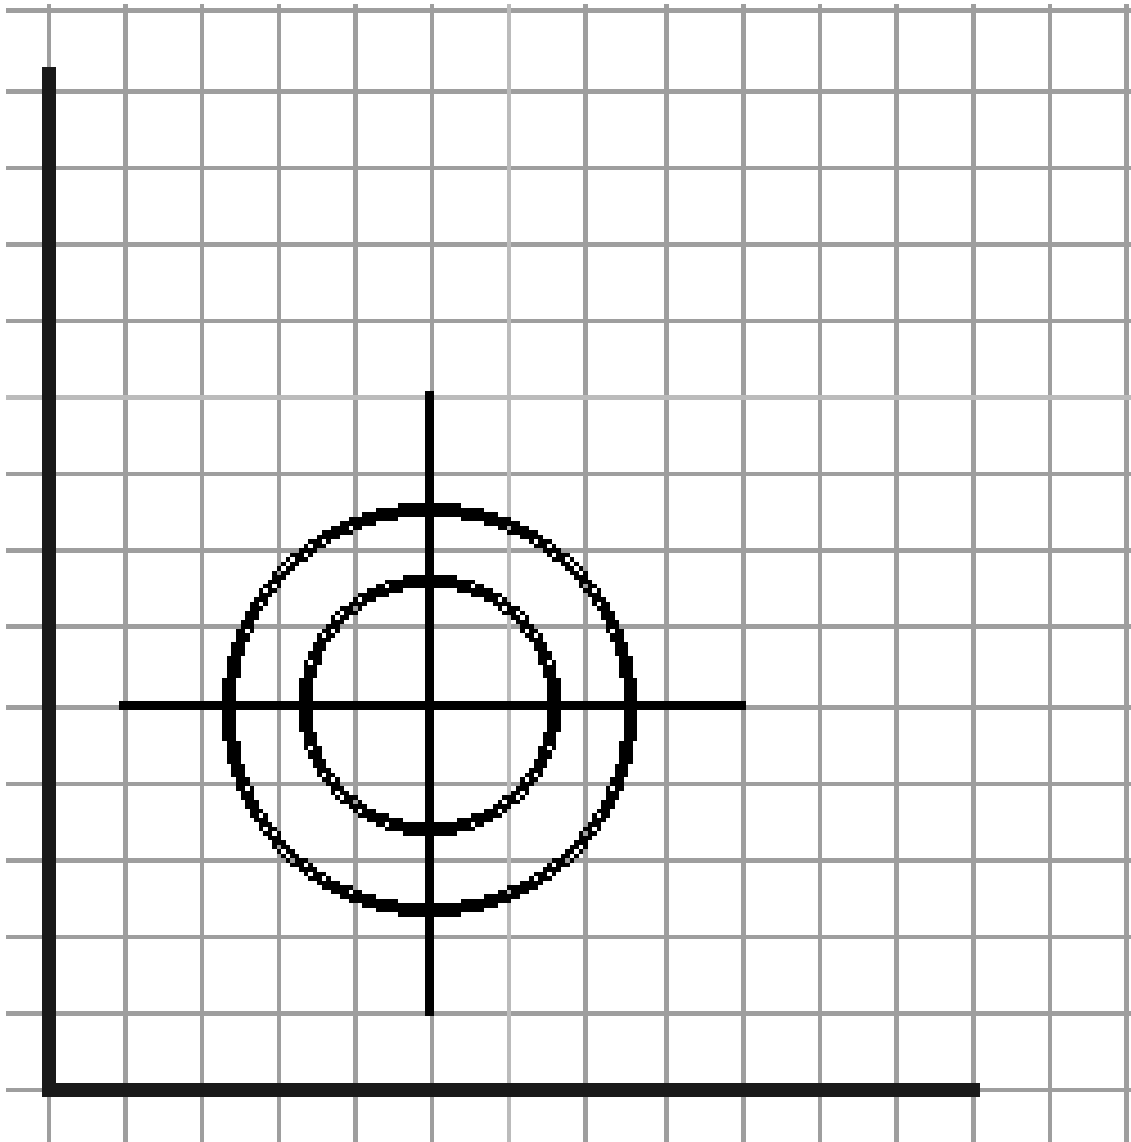

图5-26 对准孔
(1) 单击放置工具栏内的“从中心画圆弧”工具（采用中心画圆法或边缘画圆法均可，但用中心画圆法定位会方便一些）。
(2) 将光标移到圆弧的中心，单击鼠标左键以确定圆弧的圆心。
(3) 移动光标，调整圆弧半径大小，然后单击鼠标左键以确定圆弧的半径。
(4) 将光标移到圆弧的起点，单击鼠标左键。
(5) 将光标移到圆弧的终点，单击鼠标左键。
(6) 重复画圆弧操作，画定位孔的内圆，再利用“画线”工具在定位孔内画出两条垂直的线段，于是就形成了对准孔，如图5-26所示。